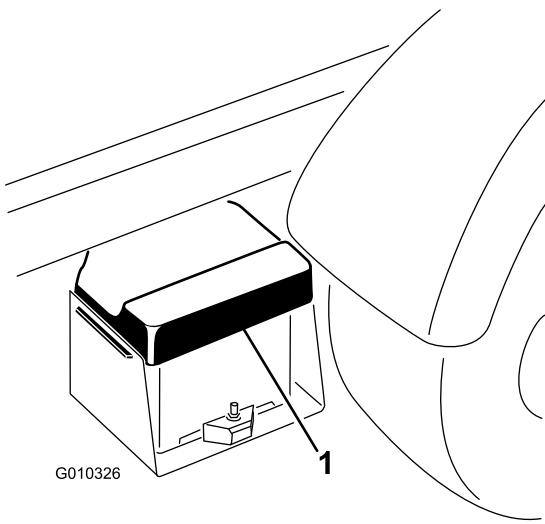

図 49
- バッテリーカバーをたわめて、タブをバッテリーベースから外し、カバーをバッテリーから取り外す **図 49**。